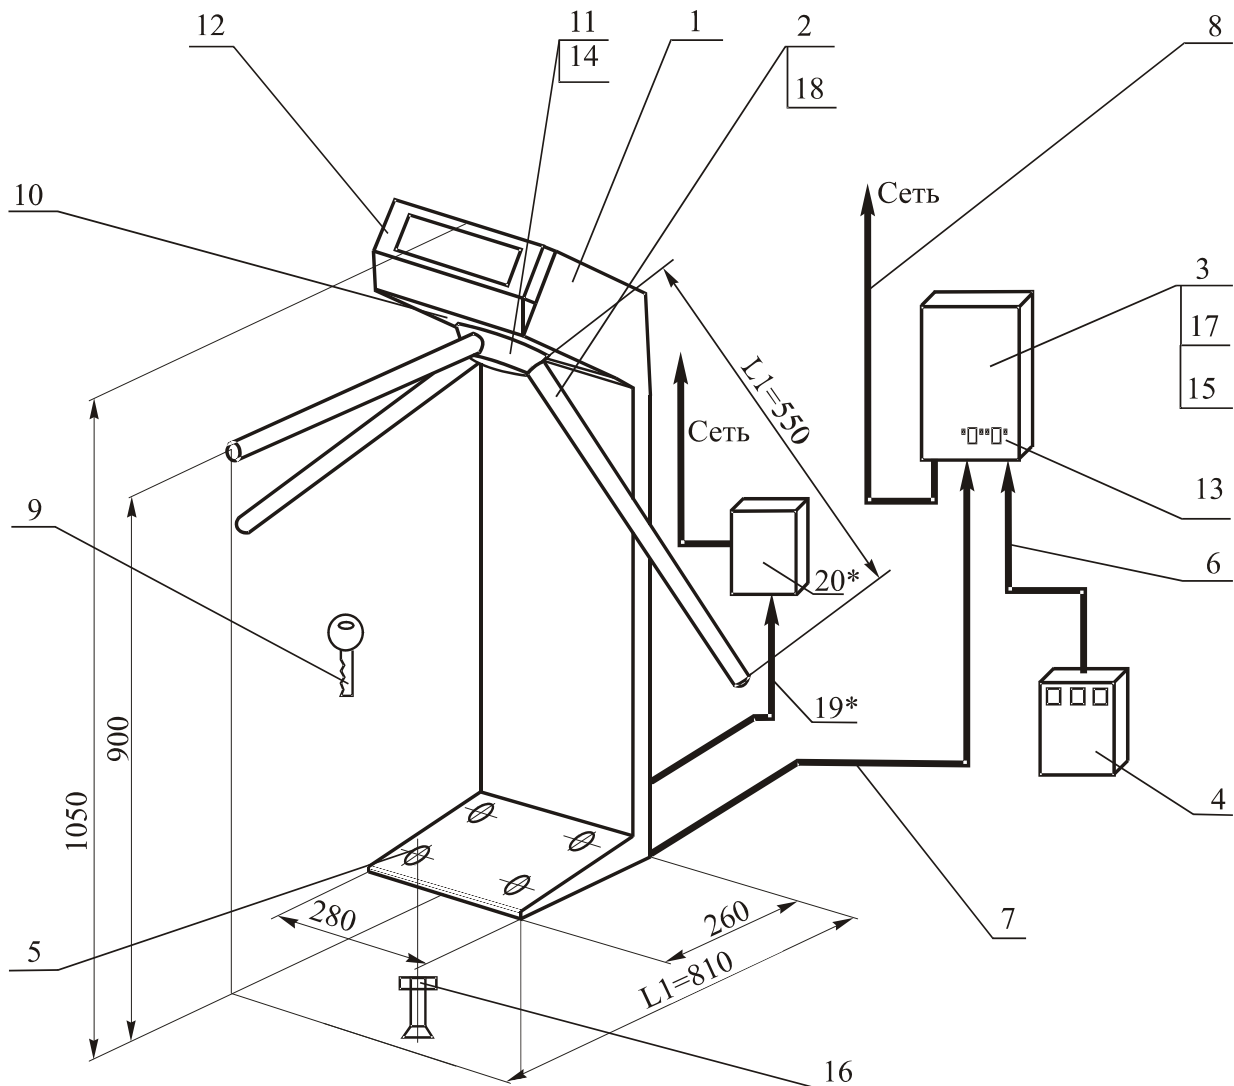

Рис. 1 Общий вид турникета PERCo-TTR-04W-24
Устройство турникета показано на рис. 1.
5.2.5. Блок управления (см. рис. 1 и 2) выполнен в виде отдельного прибора в закрытом металлическом корпусе, обеспечивающем настенное крепление с наружной антисдергивающей фиксацией. Возможно настольное применение блока управления. В корпусе блока управления находятся: силовой трансформатор, плата управления турникетом, аккумулятор РИП (12 В).
1. На контакты **«Sens R/Pass R»** и **«Sens L/Pass L»** транслируется состояние датчиков поворота. В этом случае при проходе (повороте на 120° планшайбы (11 на рис.1), к которой крепятся преграждающие планки) формируется следующая последовательность сигналов: